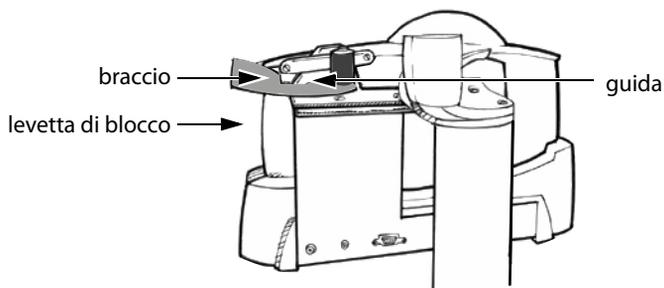

Figura 3 Pannello posteriore del supporto
- 1 Inserire il sistema nell'alloggiamento del supporto, facendo scorrere il braccio sulla guida nera. Consultare la sezione Figura 3.